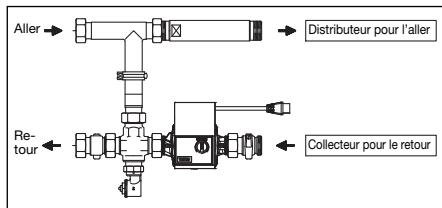

Fig. 6.2 Sens de circulation
- Il est impératif d'en tenir compte lors du montage des distributeurs/collecteurs (voir fig. 6.2)!